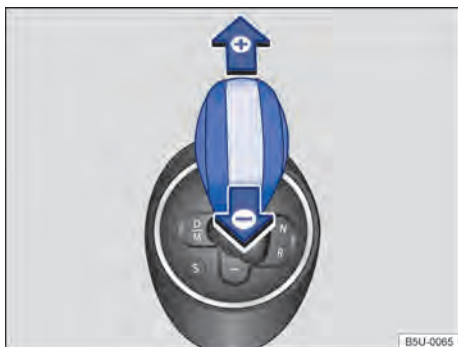

Fig. 104 Alavanca seletora na posição para condução de marcha no modo manual.
- Mover a alavanca seletora para frente (+) ou para trás (-) para engatar as marchas altas ou baixas ⇒ Fig. 104.